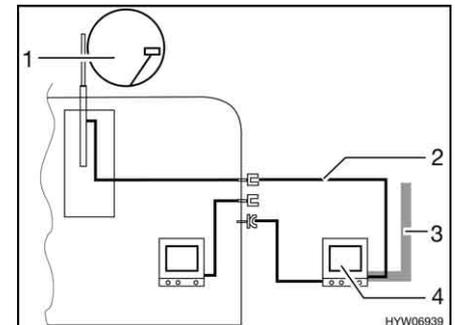

Fig. 121 TV nella tenda veranda
- TV nella tenda veranda (Fig. 121,4): Collegamento all'antenna del tetto (Fig. 121,1) con cavo di collegamento (Fig. 121,2)
- TV nella tenda veranda (Fig. 121,4): Collegamento a antenna esterna (Fig. 121,3)